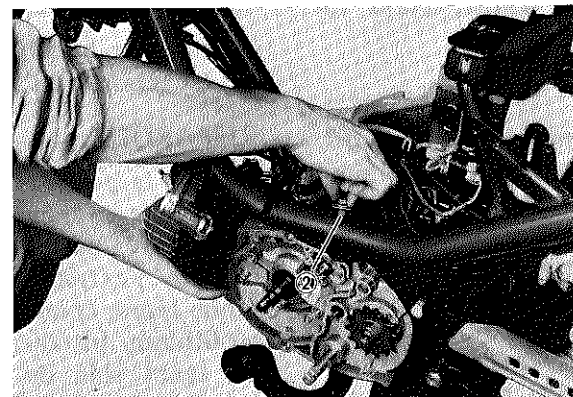

Fig. 3-5-2
3. Install the under cover stay with the round cut on the rear side. (Fig. 3-5-2)
3. Installer le support du blindage inférieur côté arrondi vers l'arrière (Fig. 3-5-2).
3. Stütze der unterseitigen Abdeckung anbringen, wobei der runde Ausschnitt nach hinten gerichtet sein muß. (Fig. 3-5-2)
Position of change pedal is shown in Fig. 3-5-2.
La position de cette pédale est indiquée à la Fig. 3-5-2.
9. Linken Kurbelgehäusedeckel und Fußschalthebel anbringen. (Siehe Punkt 3-4, C.) Die Einbauposition des Schalthebels ist in der Abbildung (Fig. 3-5-2) gezeigt.